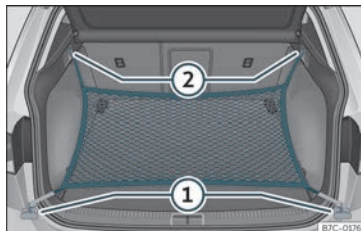

Fig. 118 No maleteiro: argolas ① e ganchos ② para enganchar a bolsa de rede.
- Fixe os ganchos curtos da rede nas argolas de amarre»» **fig. 118** ① »» . A cremalleira da bolsa ten que quedar cara arriba.
- Fixe as cintas nos ganchos para colgar bolsas ②.